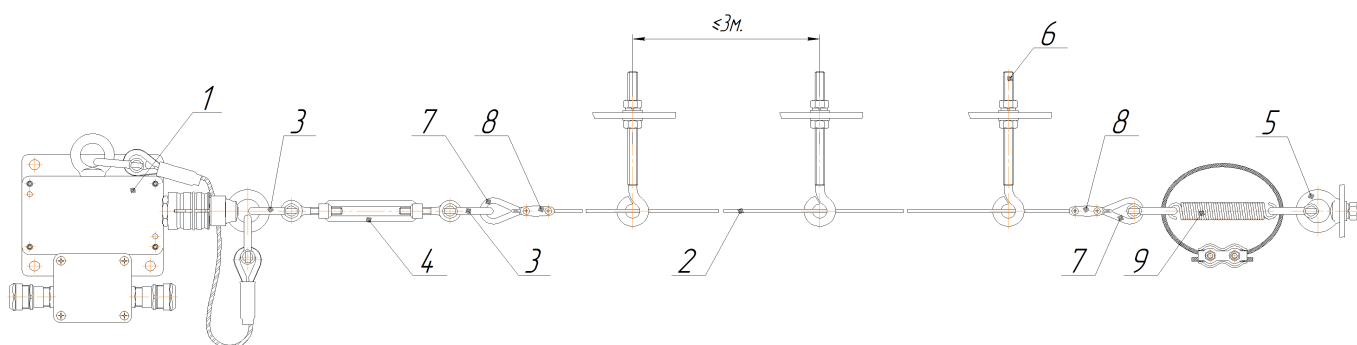

Рисунок 3. Установка тросового выключателя на объекте.
7.2. Выключатели АТВ-7502 (поз.1) (см. рис.3) установить на ставе конвейера. Рекомендуемое расстояние между выключателями при горизонтальном расположении конвейера – не более 50 м.